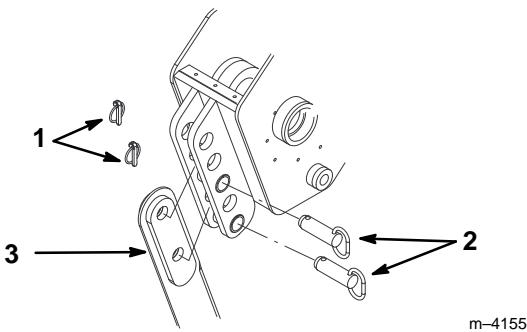

Figure 2
3. Retirer les deux goupilles à cliquet des axes de chape insérés dans le support de lame, et déposer les axes de chape (Fig. 2).
4. Glisser la lame dans le support de lame, et la fixer à la hauteur souhaitée (un déplacement d'un trou modifie la profondeur de 7,6 cm /3") à l'aide des axes de chape et goupilles déposés précédemment (Fig. 2).
2. Retirer la goupille à cliquet et l'axe de chape du bas qui fixent la lame à la charrue (pour déposer la lame, il faut retirer les goupilles et axes de chape du haut et du bas) (Fig. 2).